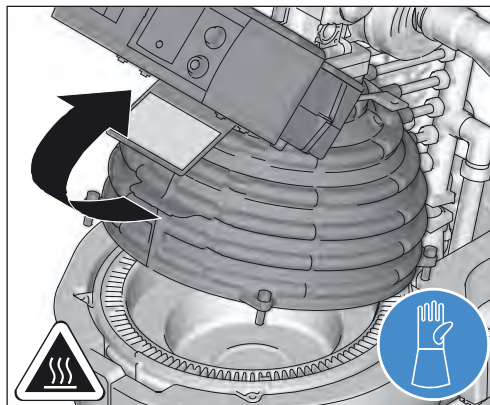

Fig. 9-12 Rabattez vers le haut la moitié supérieure de la chambre de combustion.
- ☐ Rabattez vers le haut la moitié supérieure de la chambre de combustion (fig. 9-12). Un ressort de pression maintient la partie supérieure de la chambre de combustion ouverte.